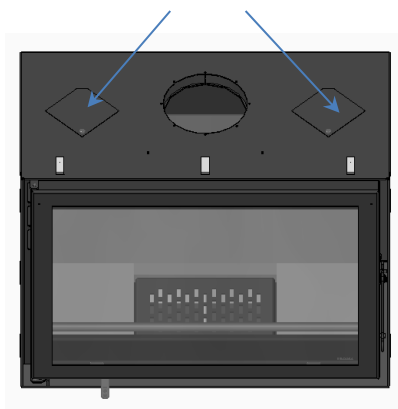

Figura 14 – Salida de aire caliente
* En la parte superior de estas unidades hay dos salidas (cada una correspondiente a un diámetro de 100 mm), Figura 14, que pueden utilizarse retirando las tapas y adaptando bocas para conducir el aire caliente a otros compartimentos.